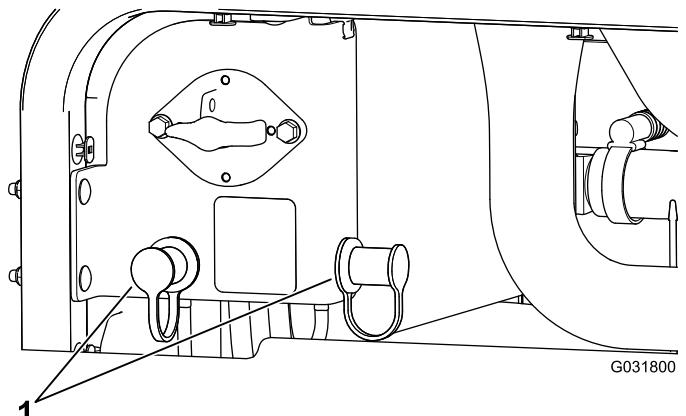

Bild 107
3. Nehmen Sie die Abdeckungen von den Starthilfepolen ab (Bild 107).